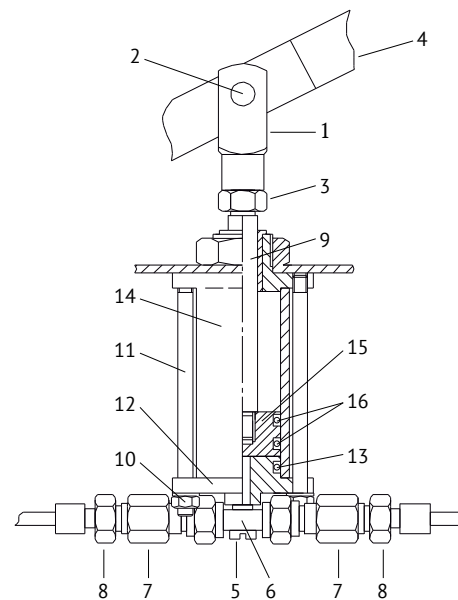

Рис. 3. Устройство насоса:
8.3.3 Удерживая *рычаг 4* (Рис. 3), ослабьте *контргайку 3*;